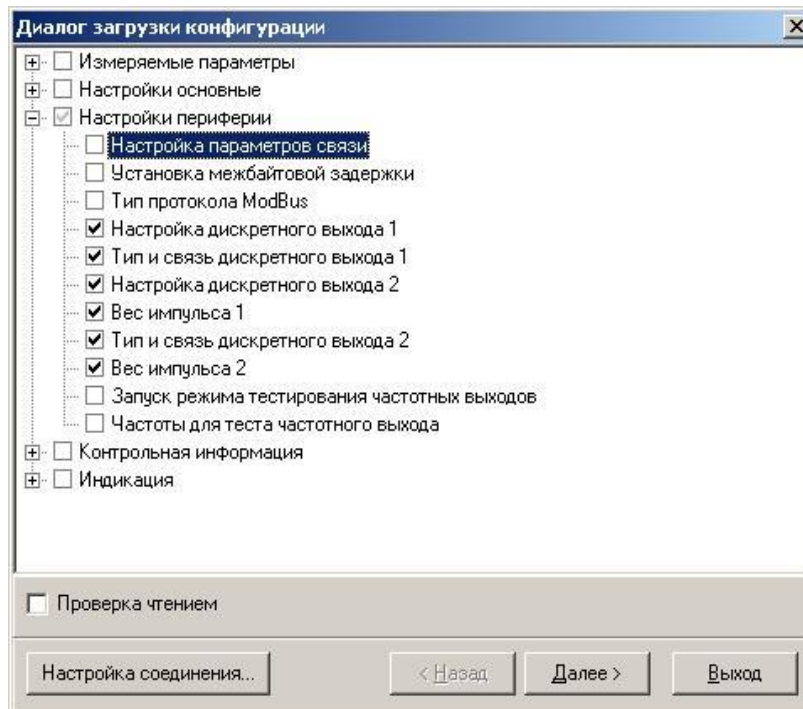

Рис.23. Окно «Диалог загрузки конфигурации»
- в открывшемся окне «Диалог загрузки конфигурации» выбрать набор параметров, которые будут загружены в прибор и нажать кнопку «Далее» (рис.23).